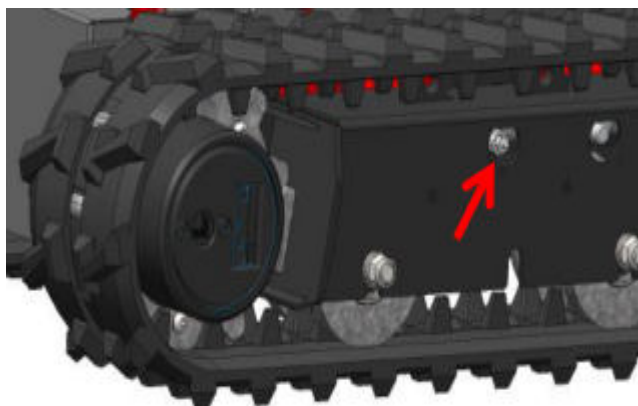

Figure 4.2 Tendre les chenilles
9. Pour tendre les chenilles, il faut graisser le graisseur à l'aide du vaporisateur de graisse au milieu des longerons (voir *Figure 4.2*) et pomper jusqu'à ce que le vaporisateur de graisse présente davantage de résistance. Les chenilles ne peuvent pas être trop tendues.